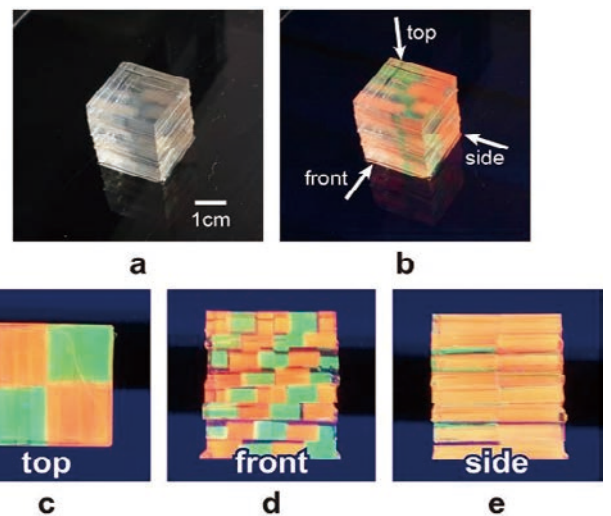

図5：光ナノ材料を用いたポリウムディスプレイ
- (1) 配線数が膨大になること。
- (2) 膨大な素子と配線数によって陰影が発生すること。
- そこで注目したのが光制御です。近年、光を当てると様々な色に発光する蛍光材料の研究が進んでいます。実際に液晶ディスプレイの画質向上等に利用されています。本研究ではさらに進んで、既存の2次元ディスプレイを強化するためではなく、3次元のポリウムディスプレイの画素そのものを利用することを考えました。光制御の利点は配線の必要がないことです。そのため、電子制御では大きな問題になっている高密度化、陰影の抑制が期待できます。基礎的な検証として、紫外線を照射すると発光する材料を封入したキューブを512個(8×8×8)組み上げた試作を行いました(図5)。上面(格子模様)、正面(斜めライン)、側面(混色:黄色)に異なる画像を表示することに成功しました。現在は、光制御で動画化を可能にする研究にまで発展してきています。このような研究は前例がなく、新しいタイプの次世代3次元ディスプレイとして、産業界に大きなインパクトを与え、貢献できるものと期待しています。